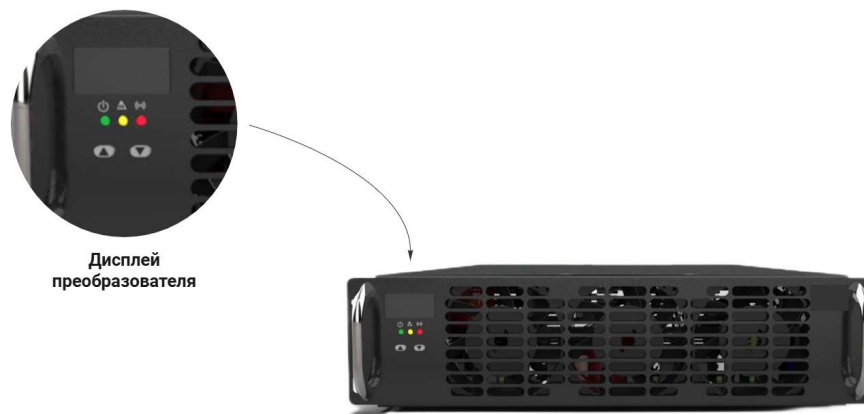

Рисунок 3 — Внешний вид передней панели преобразователя и расположение экрана
1.1 На дисплее преобразователя, расположенном на передней панели корпуса (рисунок 3), с помощью кнопок «▲» и «▼» выставить адрес преобразователя (пример формата адреса: «A05»).